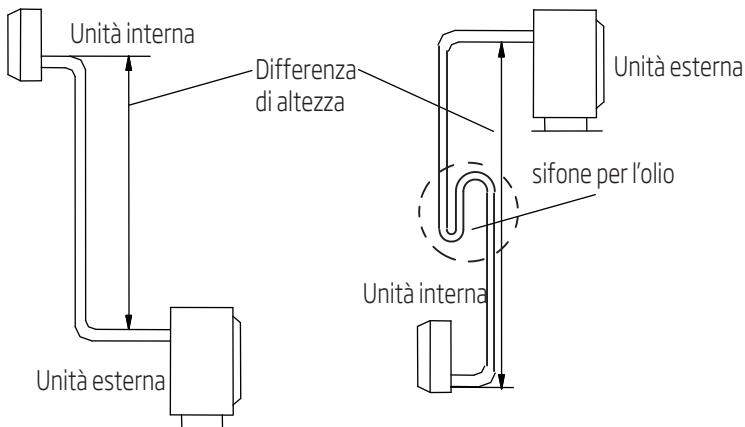

Fig.3
- Se la posizione di installazione dell'unità esterna è più alta dell'unità interna e il tubo supera i 10 m, aggiungere un sifone per l'olio sul tubo del gas ogni 8 m. (Fig.3)